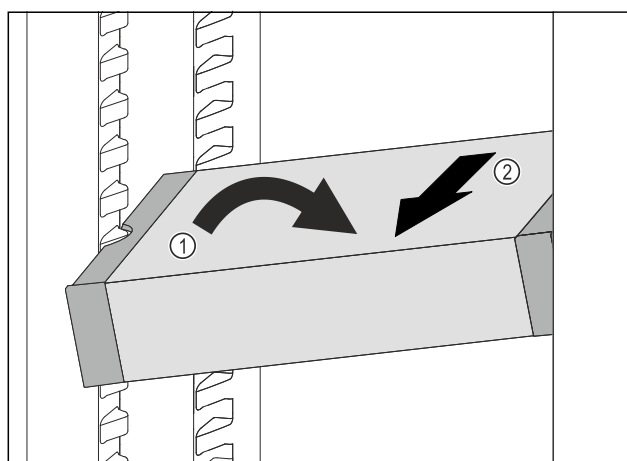

Fig. 111
- ▶ Stil VarioSafe på skrå ind i kølesektionen. Fig. 111 (1)
- ▶ Tag VarioSafe ud fremefter. Fig. 111 (2)